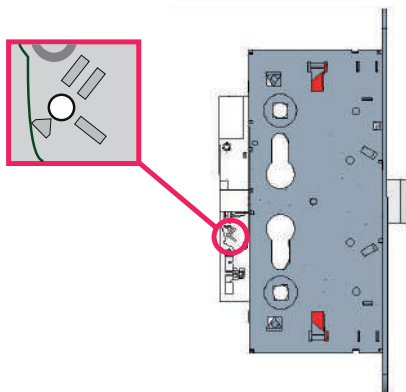

Figura 2: orificio de temporización
- Introduzca un destornillador plano de 2 mm en el orificio que se muestra en la figura 2;